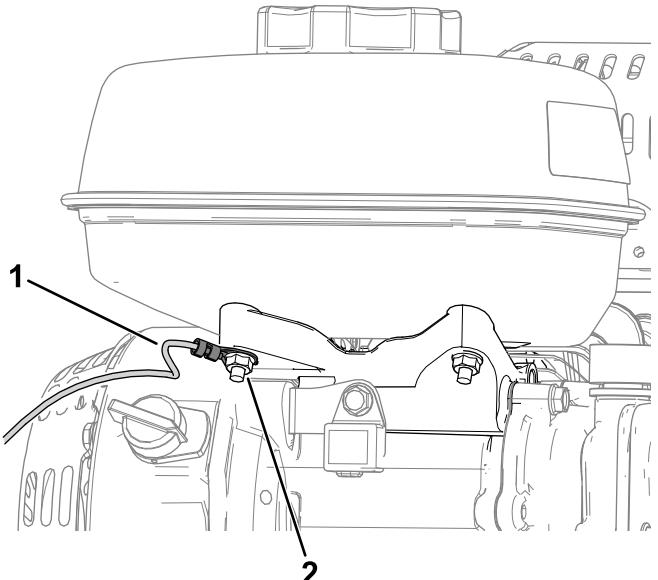

Figura 3
- Collegate il filo di terra (anello del terminale) al motore con un dado esistente sotto il serbatoio del carburante (**Figura 3**).